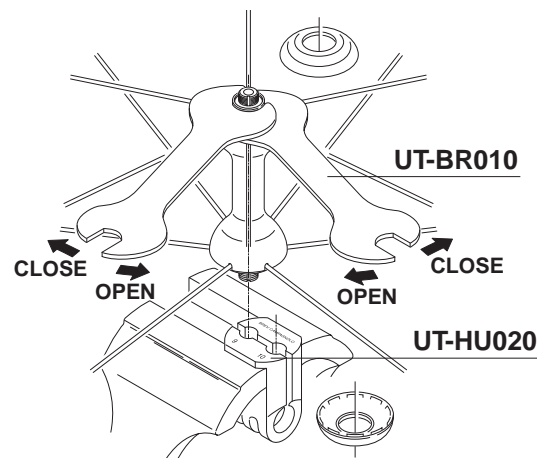

Fig.90
- Svitare il controcono sinistro (A) con la chiave per coni da 14 mm (UT-BR010), contrastando la rotazione del perno con un'altra chiave per coni da 14 mm posta sul cono sinistro come illustrato (Fig. 90) e rimuovete la rondella (B).
- Svitare e rimuovete il cono sinistro (C) con la chiave per coni da 14 mm.
- **Registrazione del mozzo:** Avvitare il controcono sinistro (A) con la chiave per coni da 14 mm, contrastando la rotazione del perno con un'altra chiave per coni da 14 mm posta sul cono sinistro (C).
- Unscrew the LH counter-cone (A) using a 14 mm cone wrench (UT-BR010), countering the rotation of the axle with another 14 mm cone wrench fully inserted on the LH cone as shown in the figure (Fig. 90) and remove the washer (B).
- Unscrew and remove the LH cone (C) with the 14 mm cone wrench.
- **Hub adjustment:** Tighten the LH counter-cone (A) with the 14 mm cone wrench, countering the rotation of the axle with another 14 mm cone wrench fully inserted on the LH cone (C).
- Den linken Gegenkonus (A) mit einem 14 mm Konusschlüssel (UT-BR010) lockern und dabei einen zweiten 14 mm Konusschlüssel auf den linken Konus wie abgebildet (Abb. 90) ansetzen, um so der Rotation der Achse entgegenzuwirken. Nun die Zwischenlegscheibe (B) abnehmen.
- Den linken Konus (C) mit dem 14 mm Konusschlüssel lockern und abnehmen.
- **Justage der Nabe:** den linken Gegenkonus (A) mit dem 14 mm Konusschlüssel fest anziehen, dabei einen zweiten 14 mm Konusschlüssel auf den linken Konus (C) ansetzen, um der Rotation der Achse entgegenzuwirken.
- Dévissez le contre-cône gauche (A) avec la clé à cônes de 14 mm (UT-BR010), en empêchant la rotation de l'axe avec une autre clé à cônes de 14 mm placée sur le cône gauche comme illustré (Fig. 90) et enlevez la rondelle (B).
- Dévissez et enlevez le cône gauche (C) avec la clé à cônes de 14 mm.
- **Réglage du moyeu:** Vissez le contre-cône gauche (A) avec la clé à cônes de 14 mm, en empêchant la rotation de l'axe avec une autre clé à cônes de 14 mm placée sur le cône gauche (C).
- Desenroscar el contracono izquierdo (A) con la llave de conos de 14 mm (UT-BR010), obstaculando la rotación del perno con otra llave para conos de 14 mm, puesta en el cono izquierdo como se indica (Fig. 90) y quitar la arandela (B).
- Desenroscar y quitar el cono izquierdo (C) con la llave para conos de 14 mm.
- Regulación del buje: Enroscar el contracono izquierdo (A) con la llave para conos de 14 mm, obstaculizando la rotación del perno con otra llave para conos de 14 mm, puesta en el cono izquierdo (C).
- Draai de linkerconus (A) los met behulp van een 14 mm conussleutel (UT-BR010), hou de as vast met een andere 14 mm conussleutel op de linkerconus, zoals staat aangegeven in fig. 90 en verwijder de ring (B).
- Draai de linkerconus (C) los met een 14 mm conussleutel en verwijder hem.
- Naaf afstelling: Draai de linkerconus (A) vast met een 14 mm conussleutel, hou de as vast met een andere 14 mm conussleutel op de linkerconus (C).